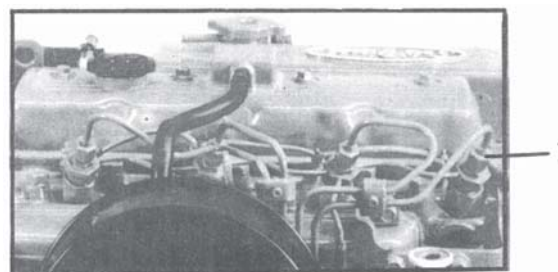

Рис. 16
- д) Отсоедините четыре инжекционных трубки (1) (рис. 16), поверните ключ в замке зажигания в положение “START” и оставьте двигатель в рабочем режиме до тех пор, пока из инжекционных трубок не перестанет выходить пузырящееся топливо. Затем заверните все трубки (рис. 16).